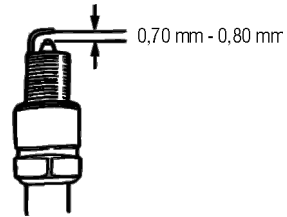

Fig. 35 – Distancia de la bujía
- g. Para un correcto funcionamiento, la distancia de la bujía debe estar entre 0,70 mm y 0,80 mm (fig. 35);